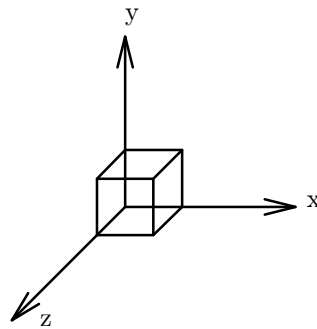

Figura 9.1: Figura del problema 4.
4. En la región del espacio donde está situado el cubo de la figura 9.1, existe una inducción magnética  $\underline{B} = (5\hat{u}_x + 4\hat{u}_y + 3\hat{u}_z)$  T. Si el lado del cubo es de 2,5 cm, calcula: a) el flujo magnético que atraviesa la cara lateral derecha del cubo; b) el flujo magnético total que atraviesa el cubo.